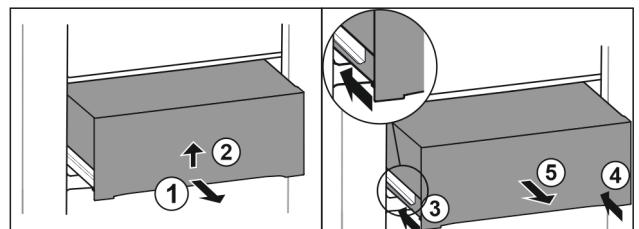

Fig. 68
- Izvucite ladicu na pola. Fig. 68 (1)
- Podignite ladicu na donjoj strani. Fig. 68 (2)
- Gurnite lijevu vodilicu. Fig. 68 (3)
- Gurnite desnu vodilicu. Fig. 68 (4)
- Izvadite ladicu prema naprijed. Fig. 68 (5)